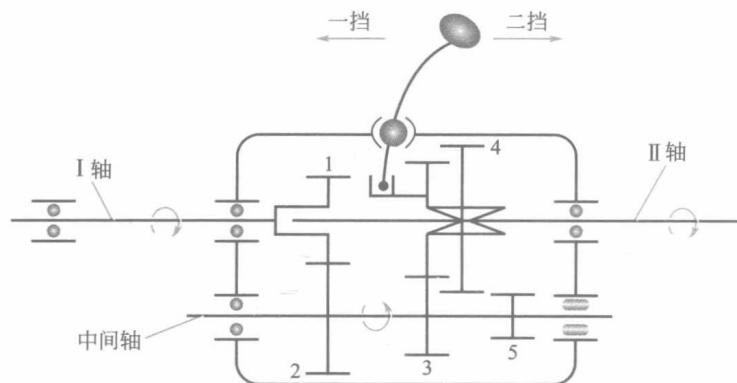

图1-12 变速器换挡原理
(1) 变速杆的作用 变速杆是操纵变速器，以实现汽车行驶速度和行驶方向（前进、倒车）变化的操纵机件。简单地讲，变速杆就是用于换挡的操纵机件。汽车行驶中要根据不同的道路交通情况变换车速，有时可以高速行驶，有时则必须低速行驶，如图1-12所示，用变速杆选择相应的挡位，就可以获取所需要的车速。